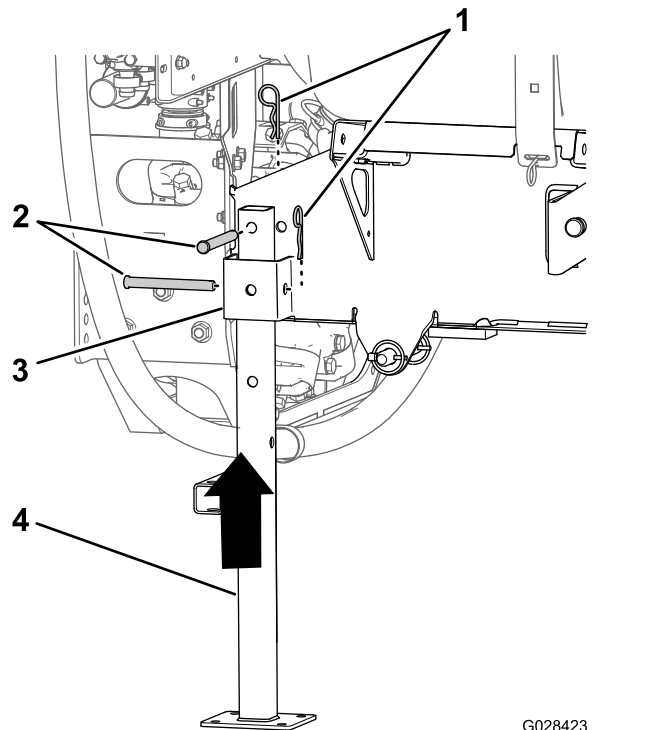

**Figura 135**
1. Aliniaz suportul de cric frontal cu receptorul de suport de cric frontal situat în partea din față a rezervorului (Figura 135).
2. Introducei suportul de cric în receptor până când orificiul median din tubul suportului de cric orizontal este aliniat cu orificiul din partea de sus a receptorului (Figura 135).
4. Înfiletai o rozetă de blocare în receptor i strângei manual rozeta (Figura 135).